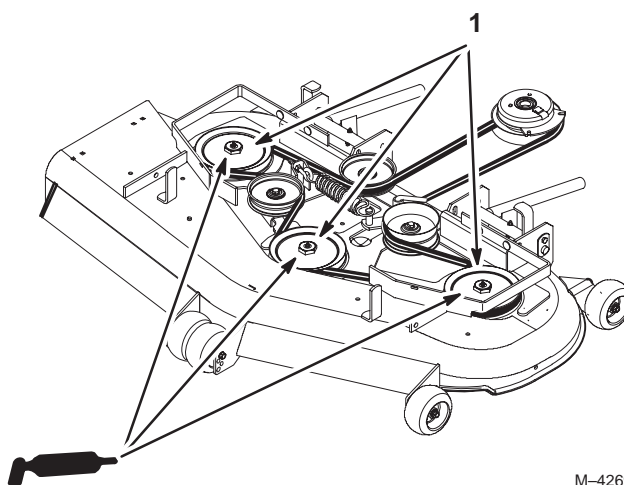

Figure 42
2. Lubrifiez les graisseurs des roulements des trois axes (Fig. 42).
3. Graissez le pivot de la poulie de tension (Fig. 42).
4. Lubrifiez les graisseurs des bras de poussée (Fig. 42).